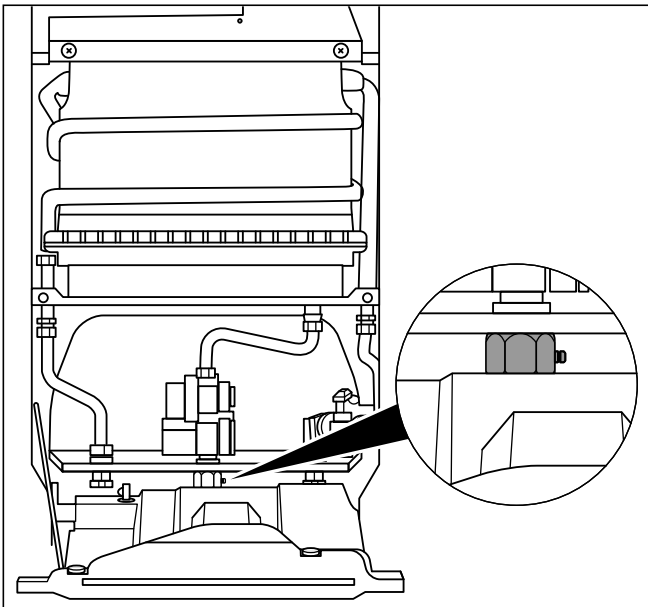

Abb. 6.1 Messstutzen Gas-Anschlussdruck Typ 11-2/0 und 14-2/0
- Schrauben Sie die Dichtungsschraube des Anschlussdruck-Messstutzens heraus (siehe Abb. 6.1 Messstutzen Gas-Anschlussdruck).